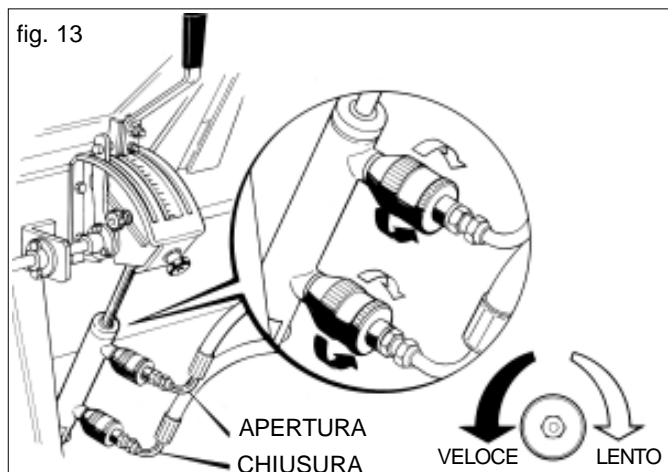

fig. 13
- 7 - Agganciare i tubi di mandata e ritorno del cilindro a doppio effetto agli attacchi idraulici del trattore (fig.13). In questo modo semplice e pratico si può agire sulla leva di apertura del concime direttamente dal posto di guida del trattore. Agendo sui regolatori di flusso, montati sul cilindro idraulico, si può variare la rapidità di apertura e di chiusura della leva: ruotando la ghiera in senso orario la leva si sposterà più lentamente, svitando in senso antiorario lo spostamento sarà più rapido.